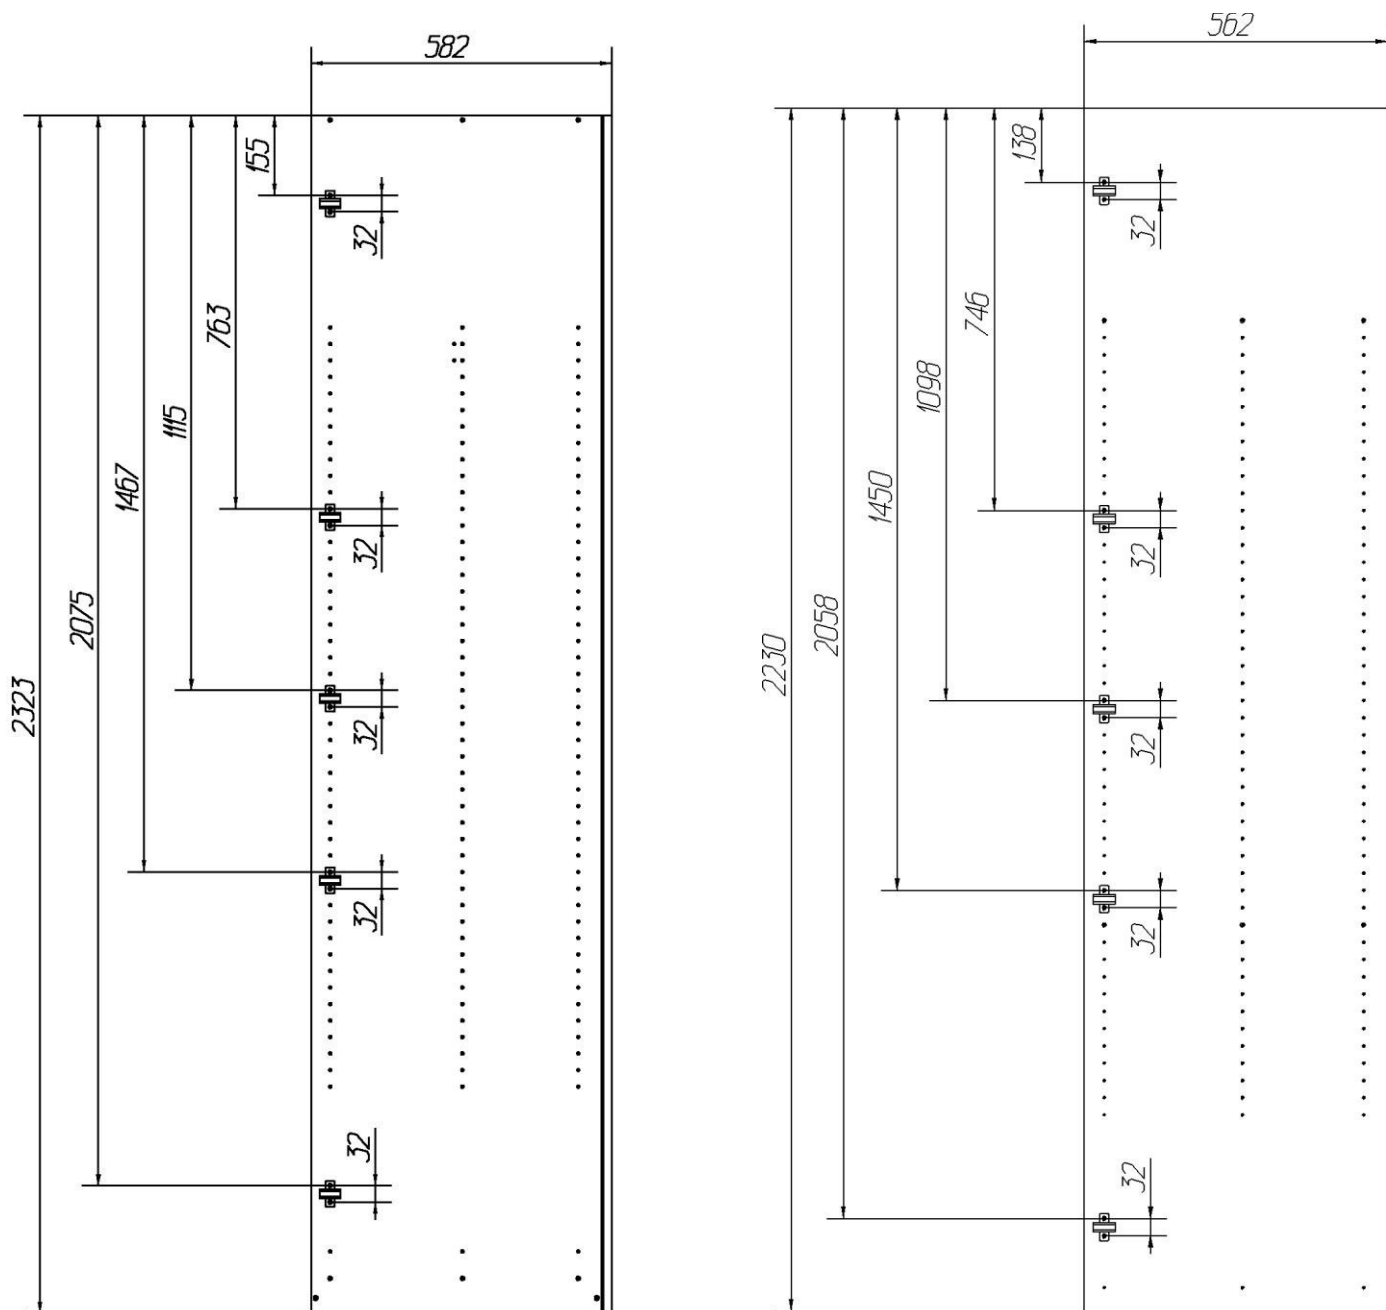

Рис. 3
3. Установить на боковые стенки (1), (2) и перегородку (12) монтажные планки петель с помощью комплектных винтов (см. схему сборки и рис.3). Дополнительная информация по установке монтажных планок указана в разделе по установке дверей.